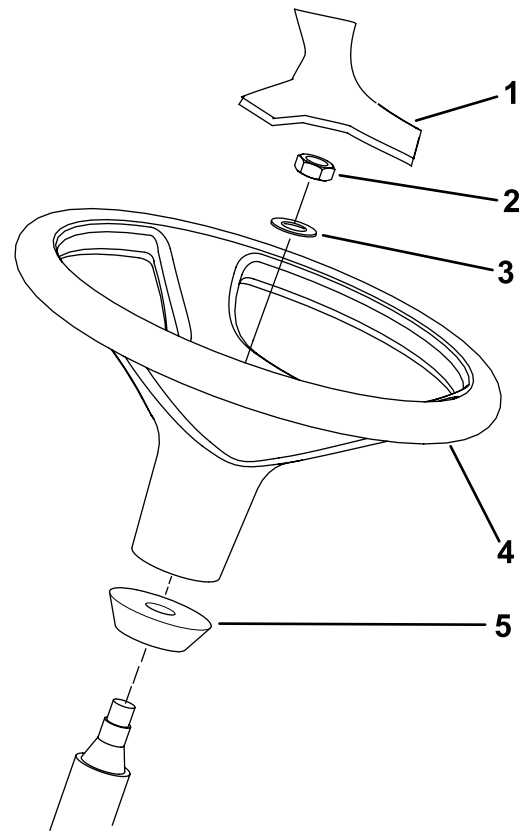

Figura 12
1. Retire el volante del calzo de transporte (Figura 12).
**Nota:** Asegúrese de que el collar de espuma permanece en el eje de dirección (Figura 12).
3. Deslice el volante y la arandela sobre la columna de dirección (Figura 12).
5. Monte la tapa en el volante (Figura 12).